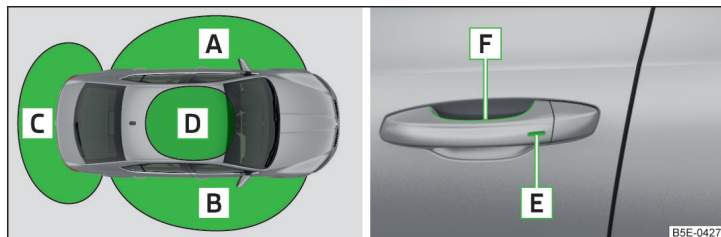

Fig. 34 Designación de las zonas / sensores en el tirador de la puerta delantera
La llave debe encontrarse en una de las zonas **A**, **B** y/o **C** » fig. 34 (hasta unos 1,5 m del vehículo).
Zonas de desbloqueo y bloqueo » fig. 34
» Sujete el tirador de la puerta delantera o cubra con toda la superficie de la mano el sensor **F** » fig. 34 » **!**.
» Toque el sensor **E** » fig. 34 con los dedos » **!**.
» Toque el sensor **E** » fig. 34 con los dedos dos veces en el lapso de 2 segundos » **!**.
- El sistema KESSY puede encontrar la llave válida, incluso si ha sido olvidada, p. ej., en la parte delantera del techo del vehículo **[D]** » fig. 34. Por eso, es necesario saber en todo momento dónde se encuentra la llave.
Si el vehículo no se desbloquea por un largo tiempo, se desactivan automáticamente los sensores de manilla » fig. 34 de la página 58.
➤ Desbloquee la puerta del conductor con ayuda del sensor **[F]** » fig. 34 de la página 58.